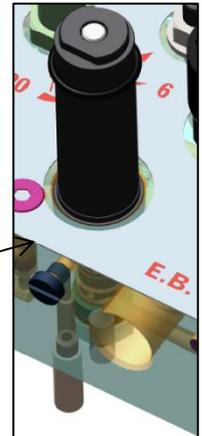

Fig. 5
- 1- Con cabina ferma al piano togliere alimentazione, rimuovere elettrovalvola EB e svitare canotto EB con chiave 15. Verificare che non esca olio da sede canotto, da sotto il gruppo valvole o da scarico EB (Fig.5).